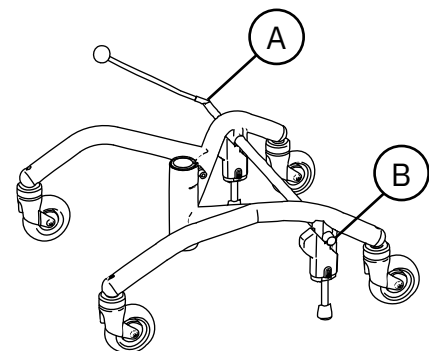

Abb. 5.19. Bremshebel.
Der Bremshebel kann auf der rechten (A) oder linken (B) Seite des Rahmens montiert werden, siehe Abb. 5.19.